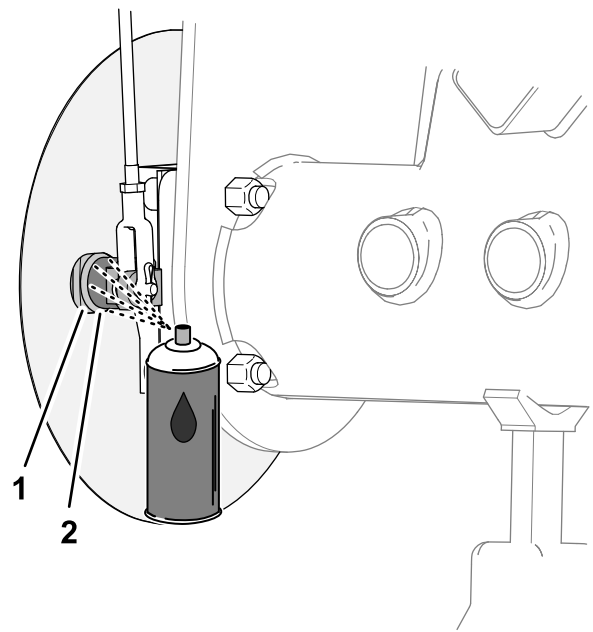
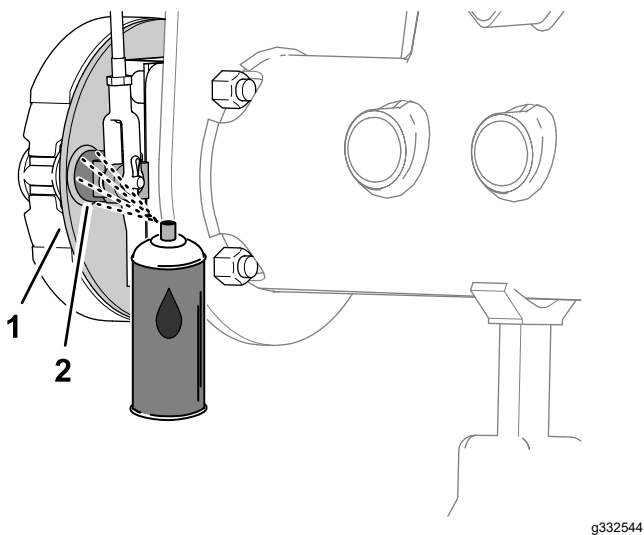

図 66
図 65
1. ブレーキのバックリングプレートの機体中心側ガラスシールド非装着車の場合または、ホイールシールドの機体中心側ガラスシールド装着車の場合に、ブレーキのカムシャフトとバックリングプレートとの間に浸潤性のオイルをスプレーする 図 65 または 図 66。